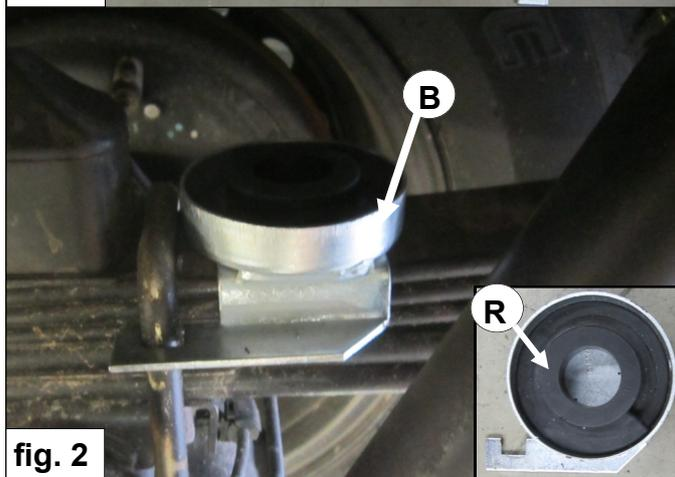

fig. 2
2. Placer les anneaux de caoutchouc **R** à support inférieur **B**. Fixer le support inférieur **B** sur le ressort à lame derrière l'essieu arrière. Veillez à ce que l'évidement dans la bande de l'étrier accroche correctement la bride de ressort. Voir Fig. 2.
2. Placera gummifjädern fästena **R** i nedre fästet **B**. Placera nedre fästet **B** på blad fjädern bakom bakaxeln. Se till så att skåran på fästet centrerar runt blad fjäderns U-bult. Se Fig. 2.